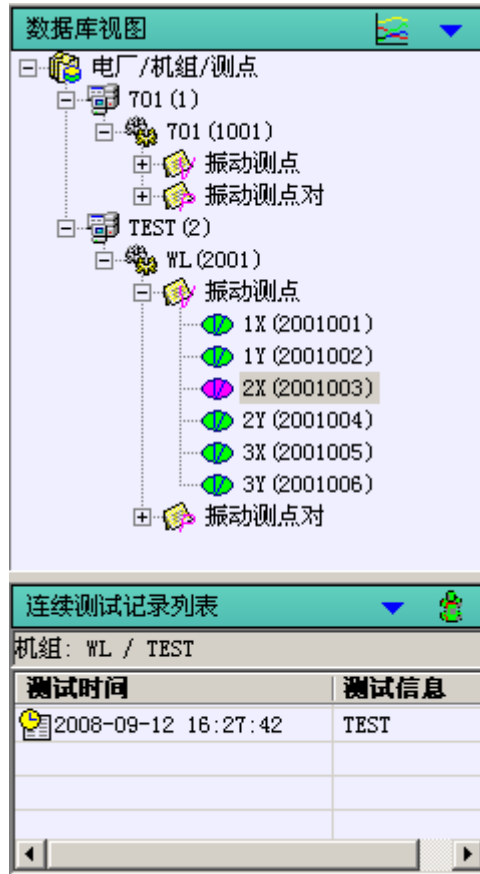

图 5.11 连续测试记录列表视图
- 当连续测试记录列表打开显示时，点击数据库视图树节点，将同步显示对应机组的联系测试记录列表，如图 5.11 所示。